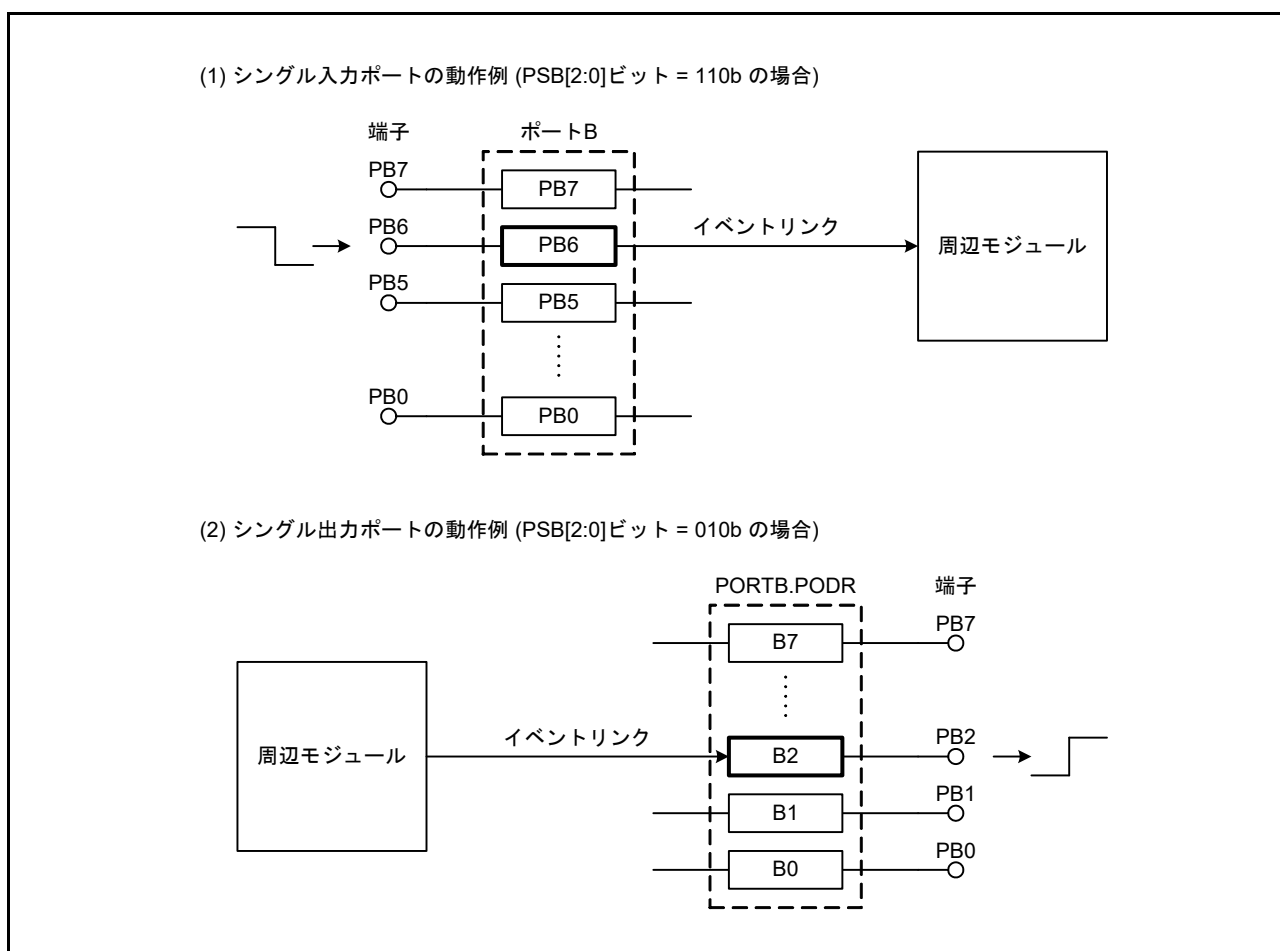

図 20.3 シングルポートのイベントリンク動作 (ポート B の場合)
(2) シングル入力ポートでのイベント発生
入力に設定されているシングルポートは、対応する端子への入力信号が変化するとイベント信号を出力します。イベント発生条件は、PEL_m.PSM[1:0]ビット (m=0~3) で設定します。図 20.3 (1) にシングルポートのイベントリンク動作を示します。
(3) シングル出力ポートへのイベント信号入力
出力に設定されているシングルポートにイベント信号が入力されると、対応する端子のレベル (PODRレジスタの値) が PEL_m.PSM[1:0] ビットで指定したとおりに変化します。図 20.3 (2) にシングルポートのイベントリンク動作を示します。